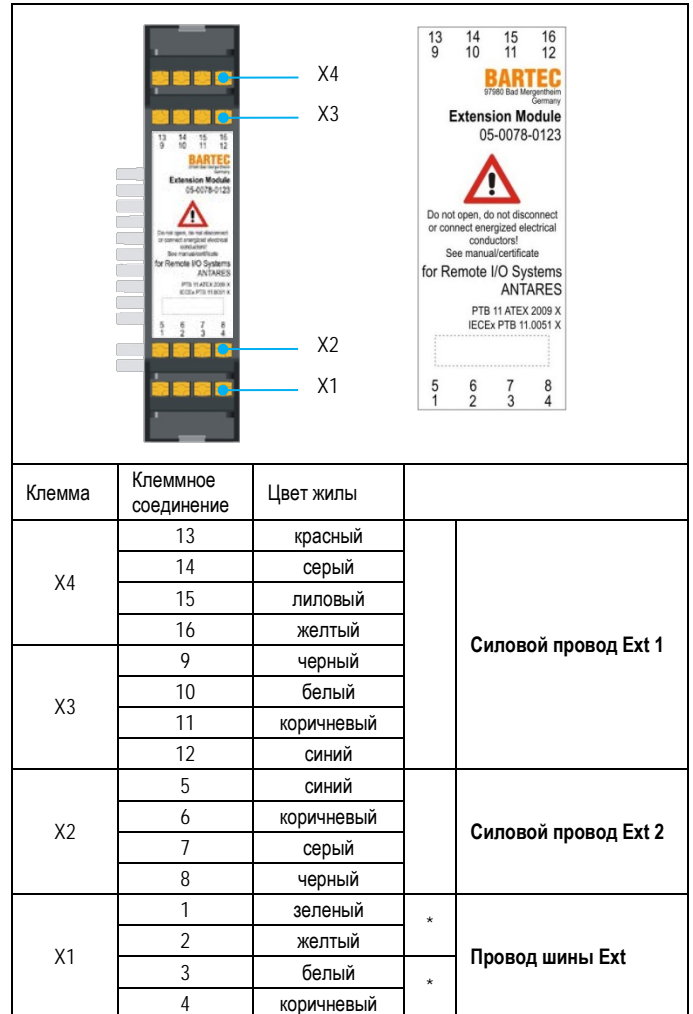

Рисунок 9: Разводка клемм
11. Подсоединить провода в соответствии с разводкой клемм (см. рис. 9).
Жилы шинной линии Ext и силовых проводов Ext прокладываются к клеммным соединениям обоих расширительных модулей согласно разводке клемм (см. рис. 9).